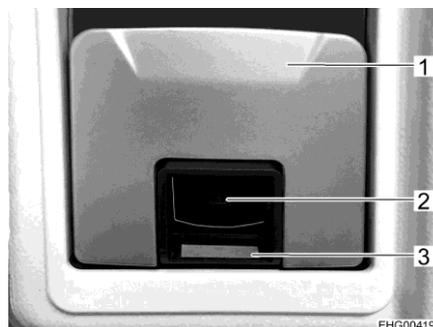

Fig. 58 Serratura della porta (porta di ingresso, lato interno)
- Tirare la maniglia (Fig. 58,1). La serratura della porta si sblocca o apre.
- Spingere la superficie nera (con simbolo della serratura) (Fig. 58,2) verso l'interno fino a vedere la superficie rossa (Fig. 58,3). La serratura della porta si blocca.